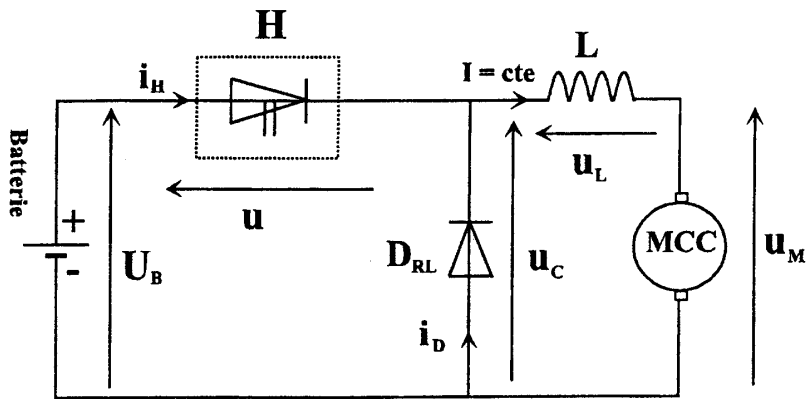

Figure 1
- C.2) On se propose de visualiser les variations de la tension $u_c(t)$ et de l'intensité du courant $i_H(t)$ Compléter la figure 1 du document réponse en précisant les appareils et les branchements nécessaires pour visualiser ces deux grandeurs.